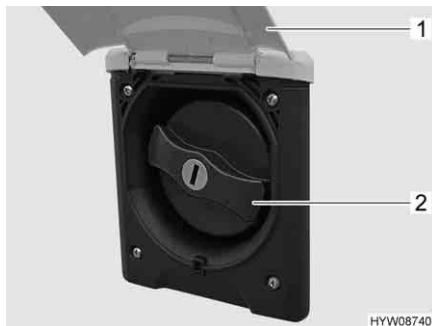

Fig. 169 Coperchio (bocchettone di riempimento dell'acqua potabile)
- Sollevare lo sportello esterno (Fig. 169,1).
- Ruotare il coperchio blu (Fig. 169,2) di un quarto di giro.